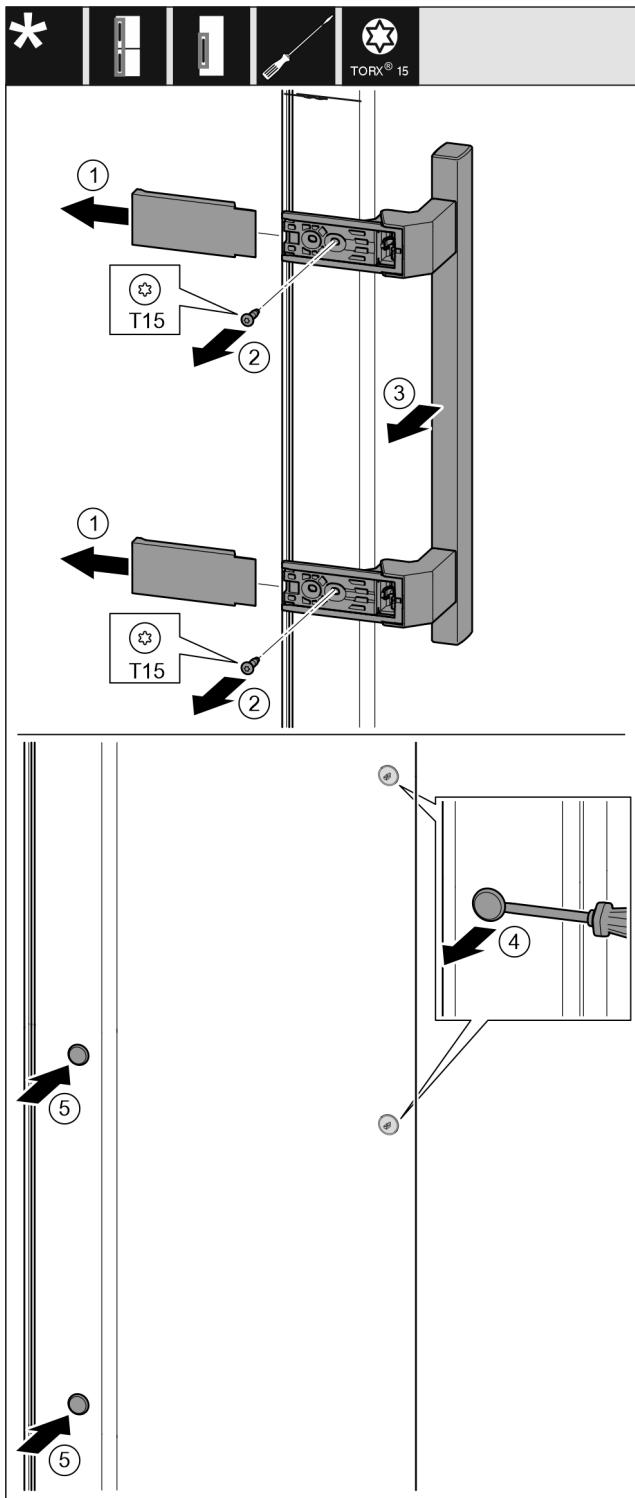

Fig. 16
- ▶ Свалете капака. Fig. 16 (1)
- ▶ Отвийте винтовете с отвертка Torx 15. Fig. 16 (2)
- ▶ Свалете дръжката. Fig. 16 (3)
- ▶ С плоска отвертка внимателно повдигнете страничната тапа и я извадете. Fig. 16 (4)
- ▶ Отново поставете тапата от другата страна. Fig. 16 (5)